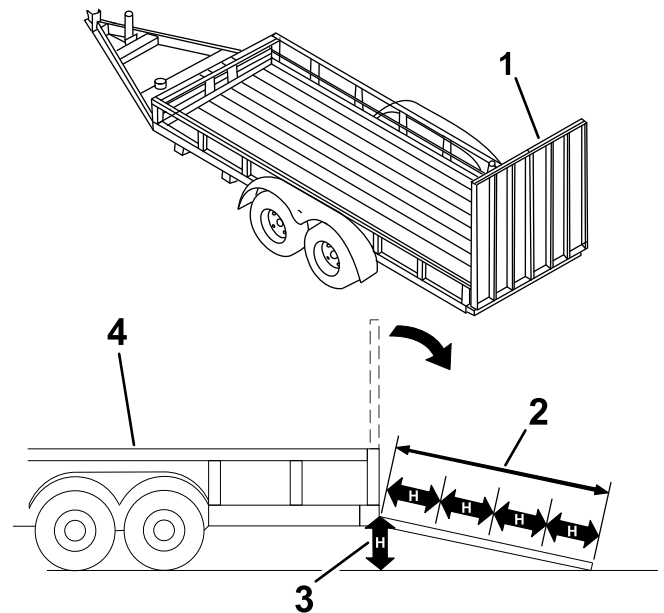

Figure 29
Le chargement de la machine sur une remorque ou un camion augmente le risque de basculement et donc de blessures graves ou mortelles (Figure 29).
3. Abaissez la rampe (Figure 29).